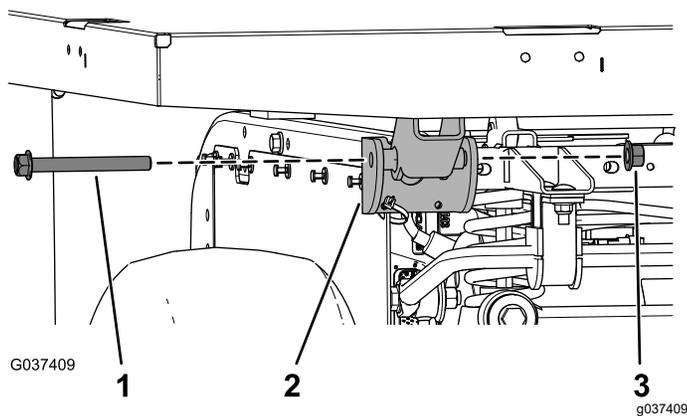

Figura 8
6. Instale os dois parafusos de cabeça flangeada (1/2" x 4-1/2") através do suporte da articulação e prenda-os com as duas porcas de bloqueio (1/2") como se mostra na Figura 8.